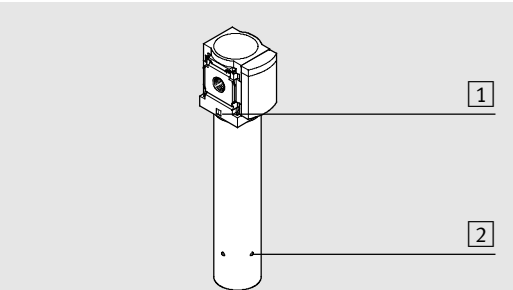

Fig. 1 / 图 1
- 请注意从 1 到 2 的气流方向。产品外壳上的数字 [1] 用于定向（见图 1）。如果气流方向相反，将会导致隔膜式空气干燥器功能失效。